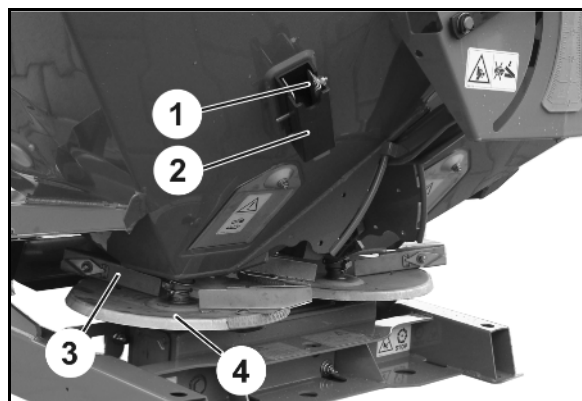

Bild 82
3. Lossa skruven till den yttre skoveldelen (Bild 82/1) med vingmutterns sexkantsöppning (Bild 82/2).
4. Ställ in avläsningskanten (Bild 82/3) mot bokstäverna på skalan (Bild 82/4) enligt spridningstabellen och dra åt skruven ordentligt igen.